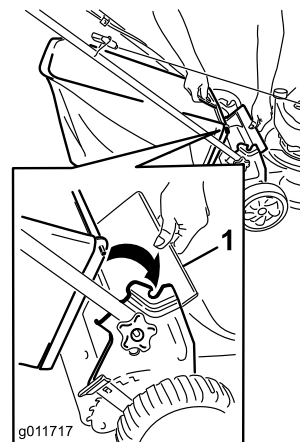

Figura 21
1. Tirate verso l'alto il deflettore posteriore (Figura 21).
2. Inserite la maniglia del cesto di raccolta nelle tacche presenti sulle staffe della stegola (Figura 21).